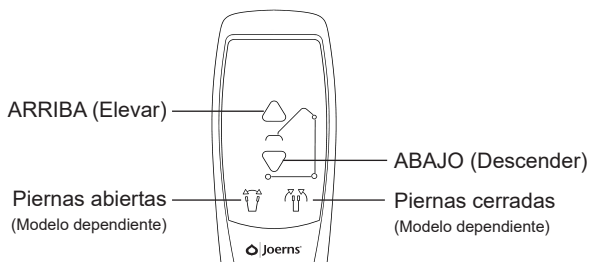

Fig. 9
7. Pulse los botones hacia ARRIBA y hacia ABAJO del control de mano; confirme que el brazo sube y baja (Fig. 9).